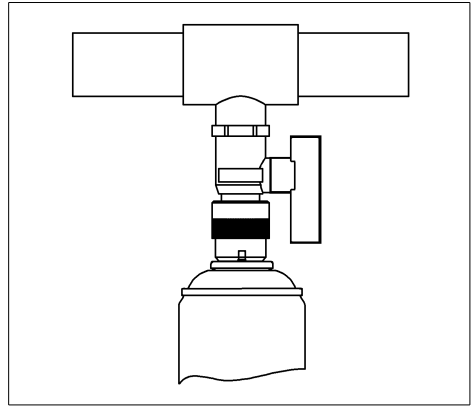

Fig. 4: Vider l'aérosol QUICK-DOS
- Continuez d'appuyer sur l'aérosol QUICK-DOS jusqu'à ce qu'il soit vide (cf. fig. 4).